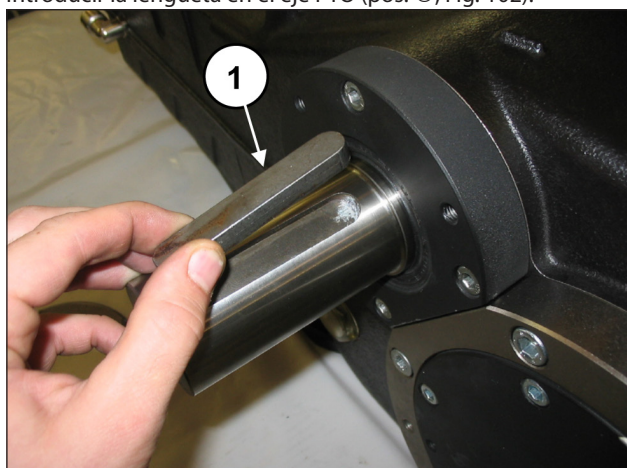

Fig. 102
Introducir la lengüeta en el eje PTO (pos. ①, Fig. 102).